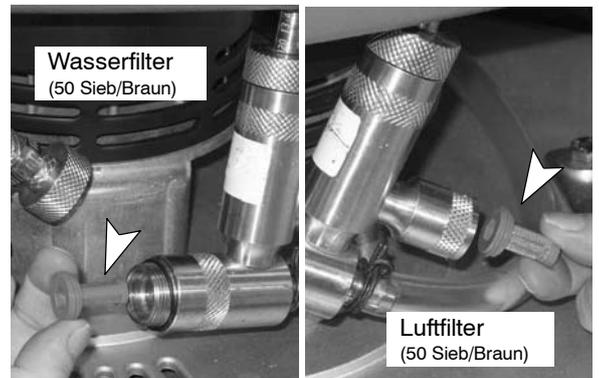

ABB. 55
2. Tauschen Sie Wasser- und Luftfilter aus (Abb. 55). Beim Einsetzen des neuen Wasserfilters wird ein 8 mm-Sechskantschlüssel benötigt.